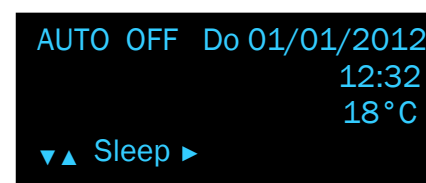

FIG. 4-38
- scorrere il menù con il tasto  fino a trovare la sezione “Sleep” (fig. 4-38);